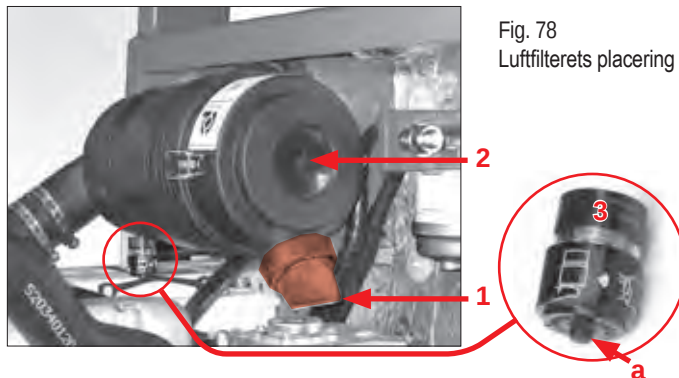
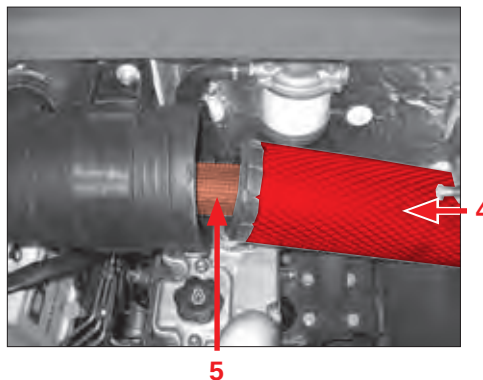

Fig. 78
Fig. 79
Kontrollér, at udgangsslidsen på støvventilen Pos. 1 (Fig. 78) er fri. Fjern støvaflejringer ved at trykke ventilen sammen.
- Rengør eller udskift hovedfilterelementet Pos. 4 (Fig. 79) under eftersynene eller mellem eftersynsintervallerne, hvis det røde dæksel er synligt i skueglasset i servicedisplayet Pos. 3 (Fig. 78)!
- Tryk på knappen Pos. a (Fig. 78) for at resette displayet!
1. Løsn lukningerne på dækslet Pos. 2 (Fig. 78), og tag dækslet af.
2. Tag hovedfilterelementet af Pos. 4 (Fig. 79). Sikkerhedsfilterelementet afmonteres ikke.
Hvis det under vedligeholdelsen af tørluftfilteret står klart, at der er udført en vedligeholdelsesfejl, eller at hovedfilterelementet er beskadiget, skal sikkerhedsfilterelementet Pos. 5 (Fig. 79) udskiftes.
1. Løsn de tre lukninger på dækslet Pos. 2 (Fig. 78).
2. Tag dækslet Pos. 2 (Fig. 78) af.
3. Tag hovedfilterelementet af Pos. 4 (Fig. 79).
4. Tag sikkerhedsfilterelementet af Pos. 5 (Fig. 79).